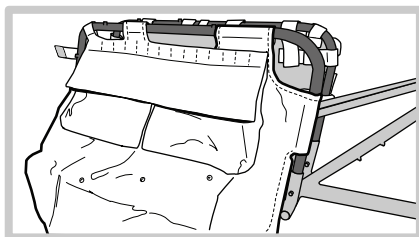

Abbildung 7
4. Schieben Sie die Schienen in den Rahmen, wobei die Tasche lose befestigt sein sollte. Ziehen Sie noch nichts fest (Abbildung 7).